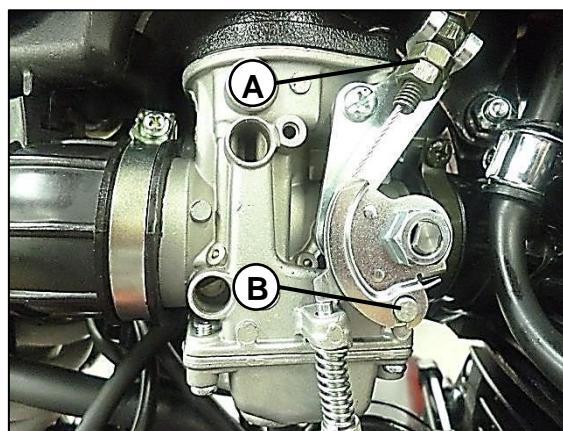

Fig.30
- Remueva la tuerca y la contratuerca del cable de acelerador (A) y posteriormente retire la terminal de la guaya (B) que se ensambla en la mariposa del carburador .**Fig.30**